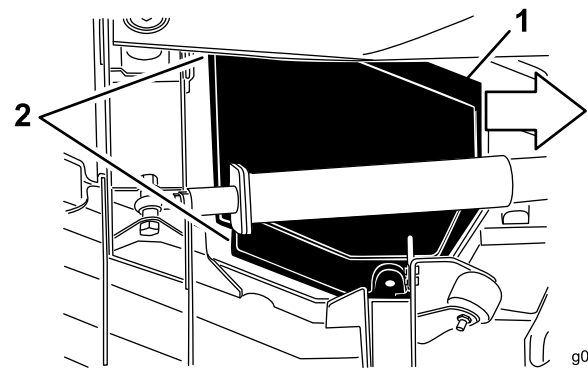

Bild 78
5. Schieben Sie die Abdeckung beim Anheben ungefähr 2,5 cm zur Zugmaschine, um die äußere Abdeckungskante vom Mäherwerk auszuhaken (Bild 78).